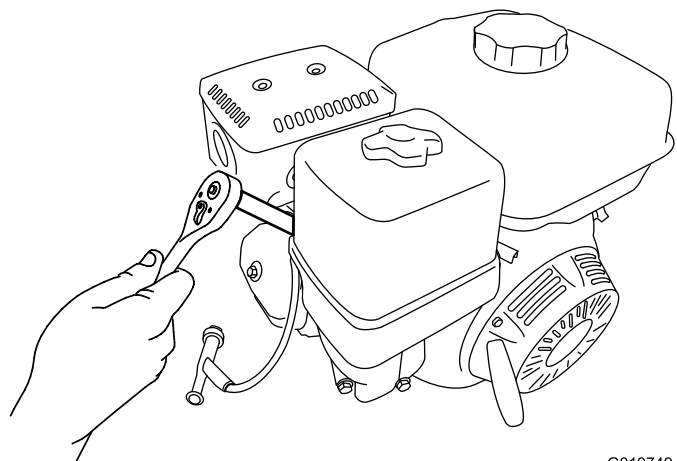

Figura 45
5. Gire la bujía en sentido antihorario usando la llave de bujías indicada para desmontar la bujía y la junta (Figura 45).
2. Gire la bujía en sentido horario usando la llave de bujías indicada hasta que la bujía y la junta estén asentadas (Figura 45).